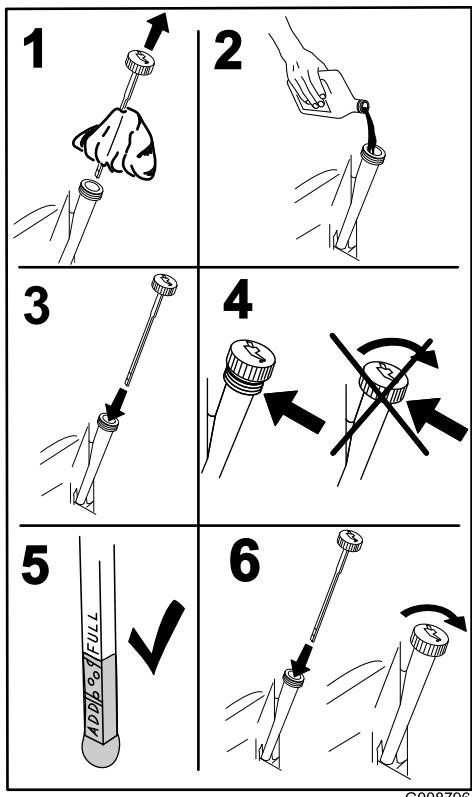

Figura 40
- 4. Togliete l'asta di livello ed asciugatela con un panno pulito (**Figura 40**).